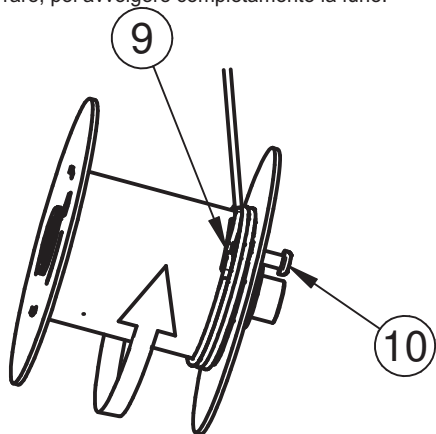

Fig. 4.5
5) Avvolgere due spire complete mantenendo la fune a contatto del tamburo poi creare un ansa e inserirla nell'asola sul tamburo (Rif.9 Fig.4.5), avvitare completamente la vite Rif.10 Fig.4.5 in modo da passare all'interno dell'ansa, applicare del bloccafiletto medio sulla vite e serrare, poi avvolgere completamente la fune.